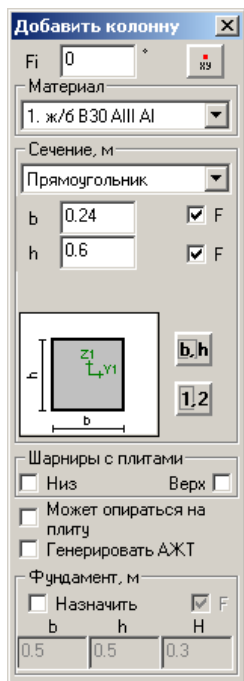

Рис.1.4.1. Окно диалога **Добавить колонну**
- В открывшемся окне диалога **Добавить колонну** (рис. 1.4.1) задайте следующие параметры: